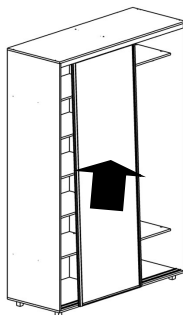

Рис.9 Установка дверей-купе
- Натягивая свободный конец шлегеля (14), убирать защитную ленту и прижимать клеевым слоем к профилю по всей его длине.
- Наклонить дверь и вставить её в верхний трек (12) до упора, приподнять и вставить нижние ролики в нижний трек (13). При этом нижние ролики должны войти в пазы направляющих нижнего трека (13). Первая дверь устанавливается в дальние направляющие верхнего и нижнего трека, вторая дверь устанавливается в ближние направляющие (Рис.9). Отрегулировать двери-купе до равномерного примыкания по всей высоте боковых стенок.